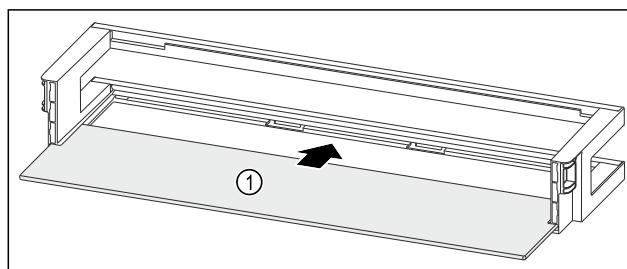

Fig. 232 Dveřní přihrádka s odkládací plochou
- Odkládací plochu Fig. 232 (1) zasuněte do bočních vybrání.